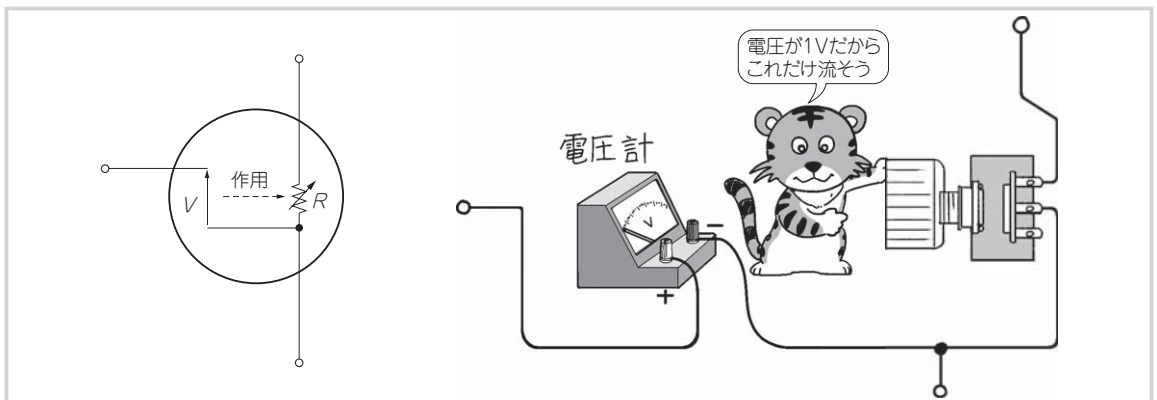

図3 FETのイメージ
- ② 制御端子に電流が流れなくて嬉しい？けれども、その反面、制御端子の電圧によって、内蔵されている抵抗器が出力端子の電流を、電圧に比例でなく、2乗に比例するように働くFET(図3)
- ①②の両者を満たすような、制御端子に電流が流れ